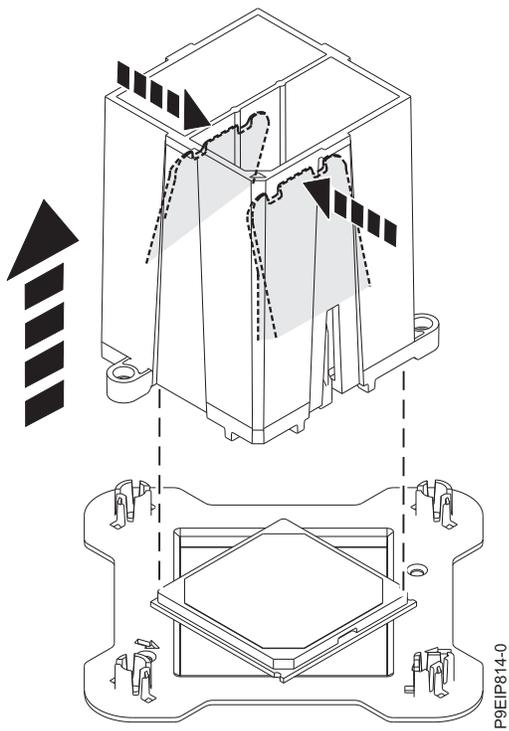

図 89. ツールからのシステム・プロセッサ・モジュールの解放
11. 青色のタブをつまんで、システム・プロセッサ・モジュールをツールから解放します (図 89 を参照)。